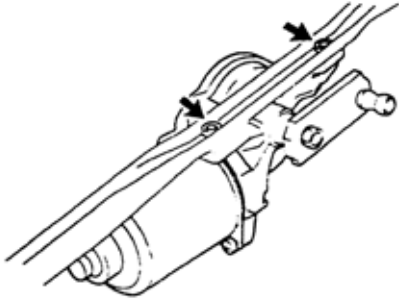

图 9-144
(2)拆下 2 个螺栓和挡风玻璃刮水器电机总成，如图 9-144 所示。